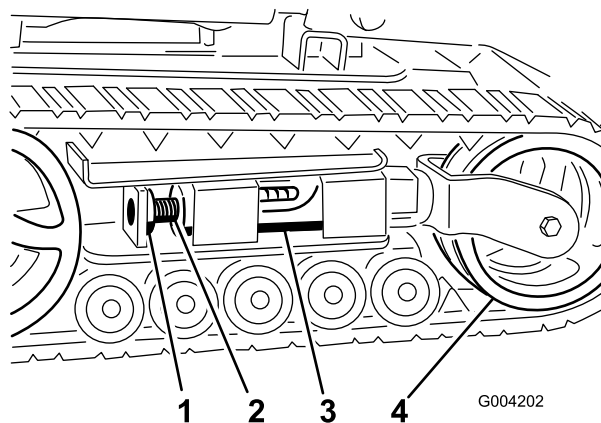
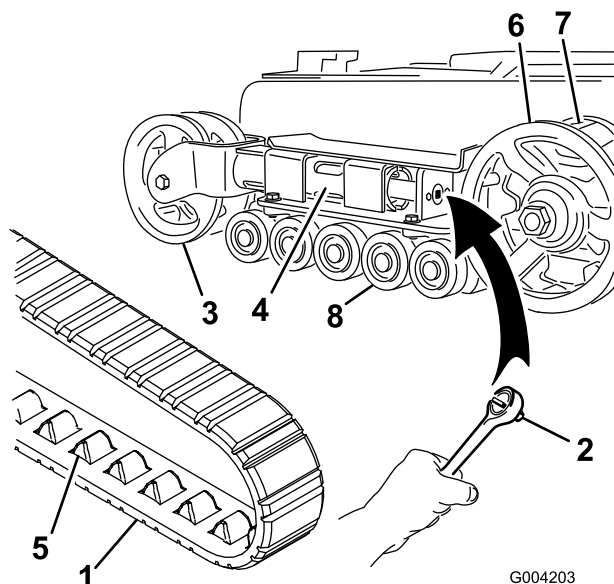
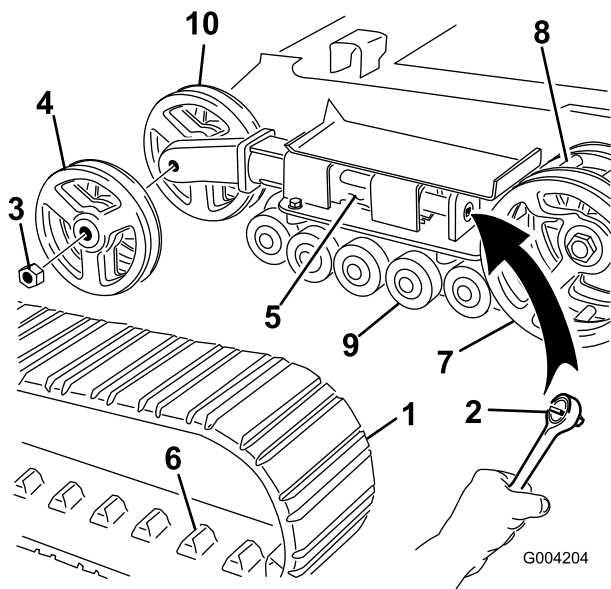

Figura 45
Figura 46
Figura 47
3. Retire el perno de bloqueo y la tuerca (Figura 45).
4. Usando una llave de 1/2 pulgada (Figura 46), gire el tornillo tensor en el sentido contrario a
5. Alinee la muesca más próxima del tornillo tensor con el taladro del perno de bloqueo, y fije el tornillo con el perno de bloqueo y la tuerca (Figura 45).
4. Usando una llave de 1/2 pulgada, alivie la tensión en la oruga girando el tornillo tensor en el sentido de las agujas del reloj (Figura 45 y Figura 46)
5. Empuje la rueda tensora hacia la parte de atrás de la unidad de tracción para mover el tubo de horquilla contra el bastidor (Figura 46). (Si no
7. Cuando haya retirado la oruga de la rueda tensora, retírela de la rueda motriz y de las ruedas de rodaje (Figura 46).
8. Empezando en la rueda motriz, pase la oruga nueva alrededor de dicha rueda, asegurándose de que los dientes de la oruga encajen entre los espaciadores de la rueda (Figura 46).
9. Empuje la oruga por debajo de y entre las ruedas de rodaje (Figura 46).
4. Usando una llave de 1/2 pulgada, alivie la tensión en la oruga girando el tornillo tensor en el sentido de las agujas del reloj (Figura 45 y Figura 47)
5. Empuje la rueda tensora hacia la parte de atrás de la unidad de tracción para mover el tubo tensor contra el bastidor (Figura 47). (Si no toca el bastidor, siga girando el tornillo tensor hasta que lo toque.)
6. Retire la tuerca que fija la rueda tensora exterior y retire la rueda (Figura 47).
7. Retire la oruga (Figura 47).
8. Retire la tuerca que fija la rueda tensora interior y retire la rueda (Figura 47).
12. Instale la rueda tensora interior y fíjela con la tuerca que retiró anteriormente (Figura 47).
14. Instale la oruga nueva, asegurándose de que los dientes de la oruga encajen entre los espaciadores de la rueda motriz (Figura 47).
15. Instale la rueda tensora exterior y fíjela con la tuerca que retiró anteriormente (Figura 47).